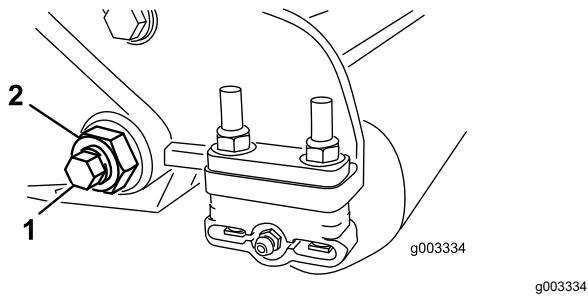
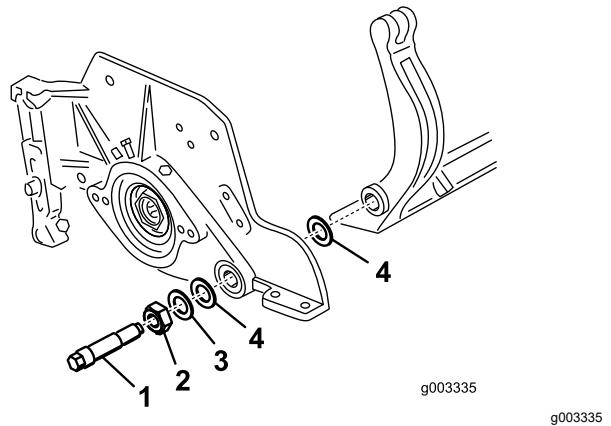

図 24
図 25
- ベッドバー bolt 図 24を固定しているロックナット機体両側をゆるめる。
- 各ベッドバー bolt を抜いて、ベッドバーを下に引き抜いて外す図 24。ベッドバーの両端にそれぞれナイロンワッシャ2枚とスチールワッシャが1枚ずつあるので注意する図 25。
3. サイドプレートのボスの両側にナイロンワッシャを入れる。その外側からスチール製ワッシャを取り付ける図 25。